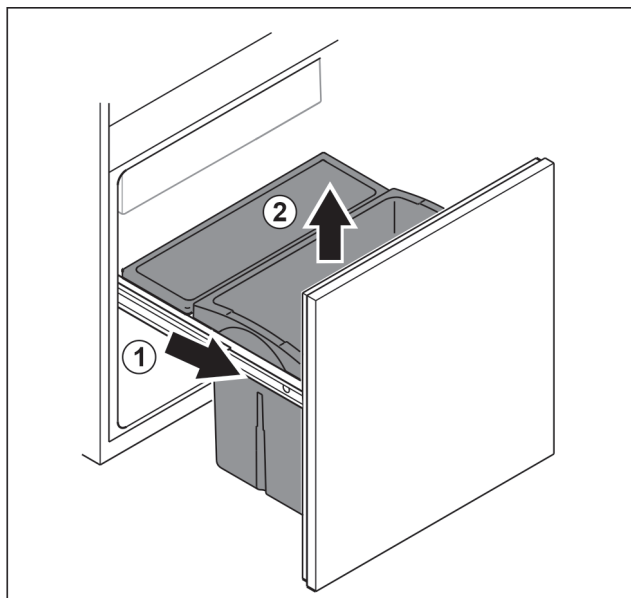

Fig. 100
- ▶ Изтеглете изтеглящата се ракла докрай. Fig. 100 (1)
- ▶ Извадете чекмеджето нагоре. Fig. 100 (2)